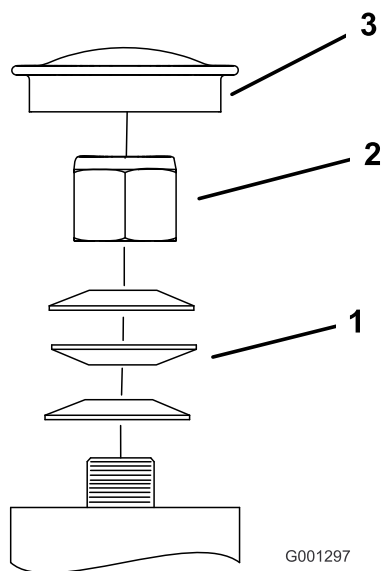

Figura 59
3. Togliete lo scodellino parapolvere dalla ruota orientabile e serrate il dado di bloccaggio (Figura 59).
4. Serrate il dado di bloccaggio finché le rondelle elastiche non sono piatte, quindi allentate di un quarto di giro per mettere a punto il precarico sui cuscinetti (Figura 59).
Importante: Verificate che le rondelle elastiche siano correttamente montate, come riportato nella Figura 59.
5. Montate gli scodellini antipolvere (Figura 59).